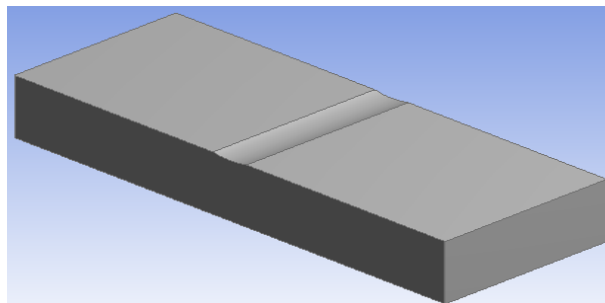

Рис. 5. Пляма контакту.
3.3.5. За допомогою булевих операцій видаляємо з матеріалу втулки матеріал циліндру (рис. 5).